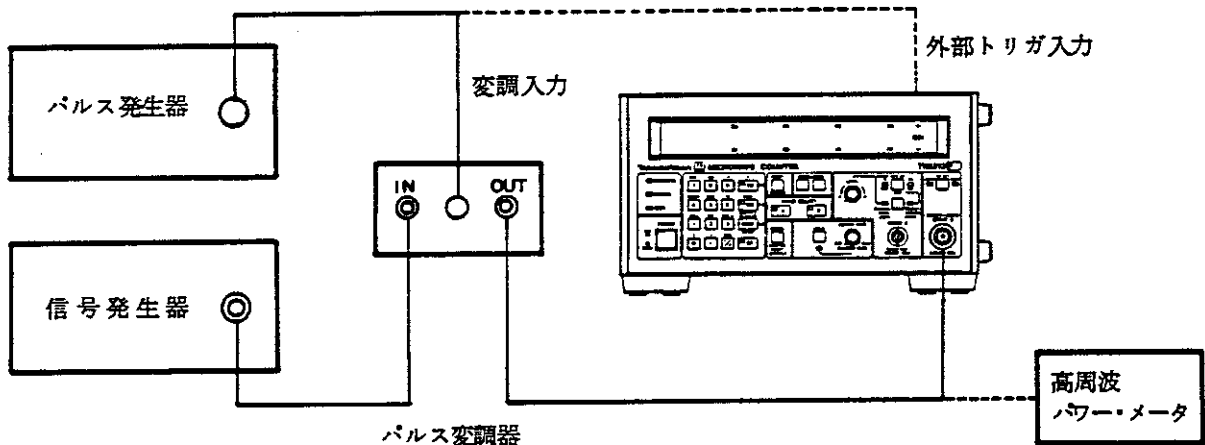

図 4-1 パースト波キャリア周波数測定における機器の接続図
- (2) 信号発生器の周波数を 18GHz に設定し、〔図 4-1〕のように接続します。
- (2) 信号発生器の周波数を 18 GHz に設定し、[図 4-1] のように接続します。
- (3) パルス変調器の変調を OFF にすることによって、RF 信号を連続波にします。